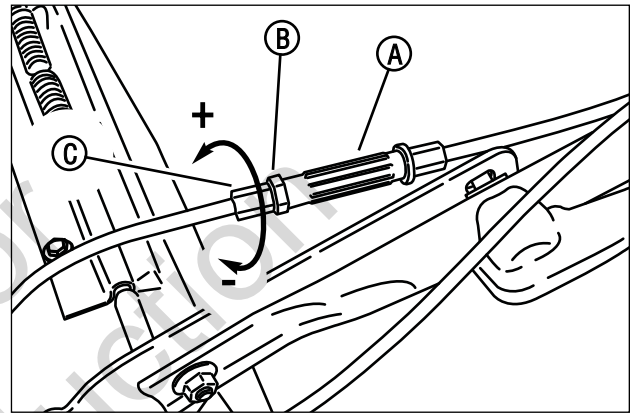

Figura 20: Ajuste de la tensión del resorte de la transmisión
- b. Para aumentar (+) la longitud del resorte extendido, afloje la contratuerca (B, **Figura 20**) y gire el casquillo (C) abajo del tensor de ajuste (A), ubicado en el extremo inferior del cable de control del sistema de tracción de las ruedas, media vuelta hacia afuera desde el tensor. Apriete la contratuerca.